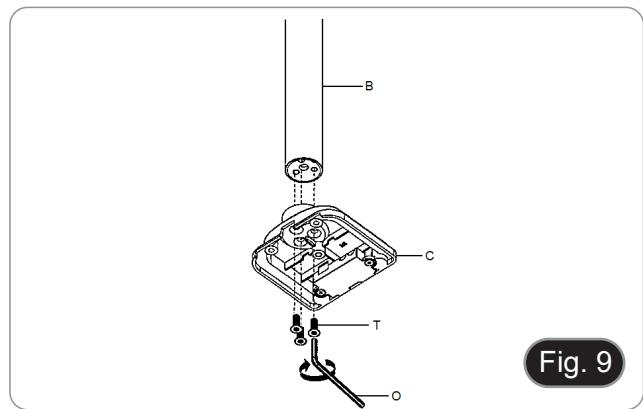

Fig. 9
1. Unire la colonna (B) al supporto da tavolo (C) usando le tre viti (T). (Fig. 9)